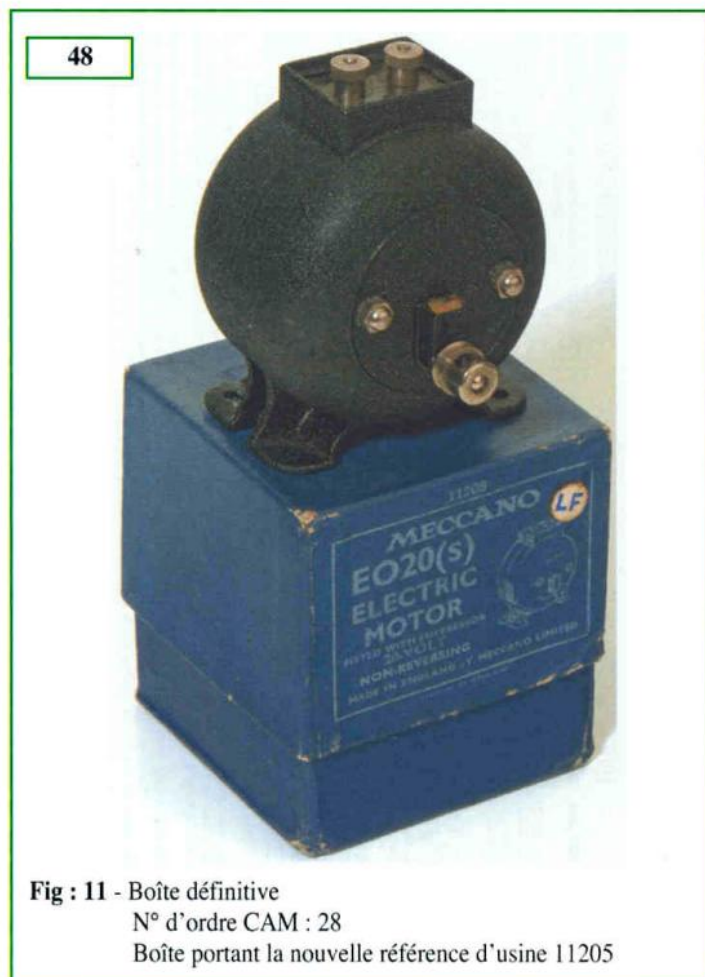

Fig : 11 - Boîte définitive
Les premiers moteurs E020 (S) furent livrés dans les boîtes en stock précédemment destinées aux E020 à la base desquelles fut collée une bandelette de papier de couleur rouge orange portant en cinq langues dont le français « Muni d'un filtre antiparasite pour éviter de gêner les auditions de T.S.F » (à notre avis il s'agit plus précisément de T.V). Ces bandelettes ne dévoilaient pas encore le nouveau sigle réservé à ces moteurs (E020 (S)) et l'ancien non corrigé, soit E020, apparaissait toujours en haut du couvercle des boîtes précédé de N° 11200 qui était la référence d'usine attribuée précédemment à ces moteurs (fig. 10). Sur les boîtes qui leur succédèrent, ces bandelettes laissèrent place à un texte directement imprimé en anglais sur l'une des faces : Meccano E020 (S) ELECTRIC MOTOR Fitted with Suppressor 20-volts non reversing - Made in England by Meccano Limited. Un nouveau numéro de référence attribué au moteur, soit le 11205, était imprimé en haut de ce texte (fig. 11).